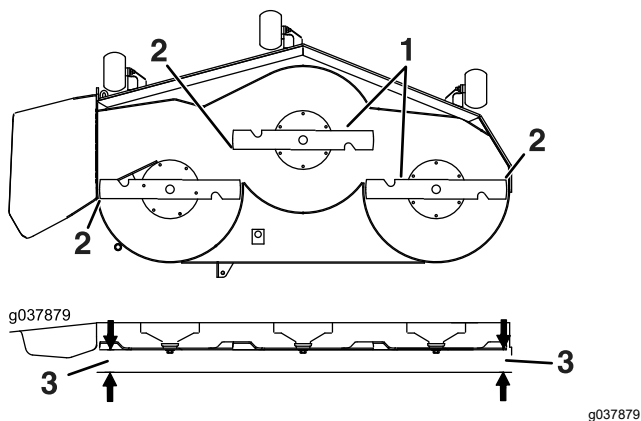

Figure 101
6. Mesurez la distance entre la pointe des lames et le sol plat (Figure 101). Si les deux mesures diffèrent de plus de 5 mm (3/16 po), ajustez l'horizontalité des lames; poursuivez cette procédure.
14. Tournez prudemment les lames pour qu'elles soient parallèles dans le sens transversal (Figure 101).